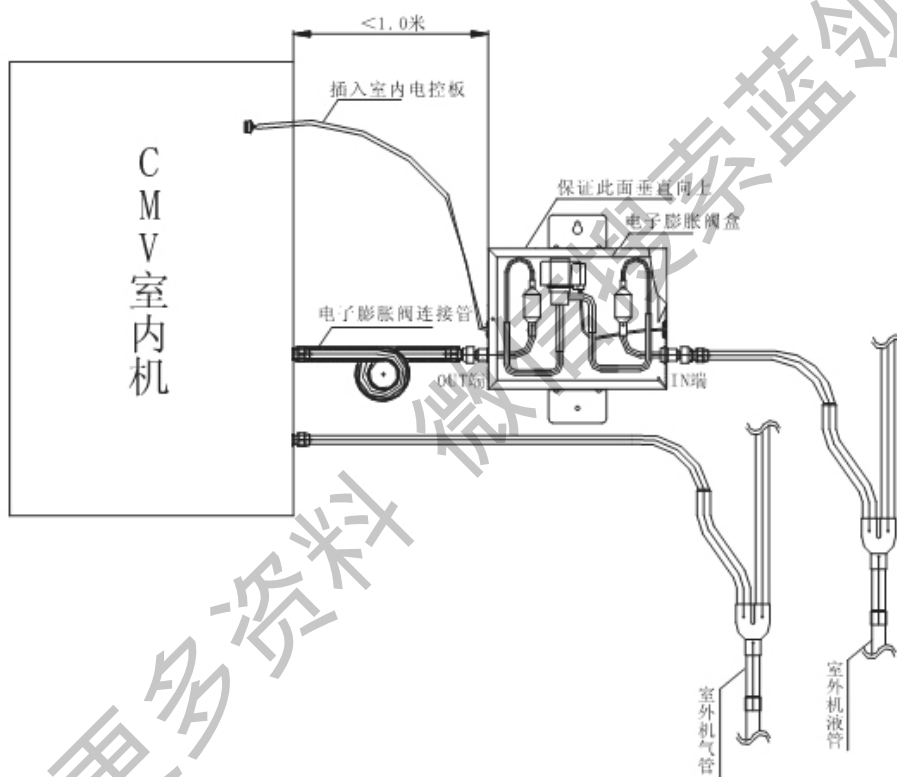

图9：电子膨胀阀安装示意图
- 配备的电子膨胀阀连接管(放于室内机包装箱内)安装时必须保证出厂时的模样,即留有两个以上的圆弯,起到缓冲压力、降低电子膨胀阀节流后噪音的效果。其安装示意图见图9;